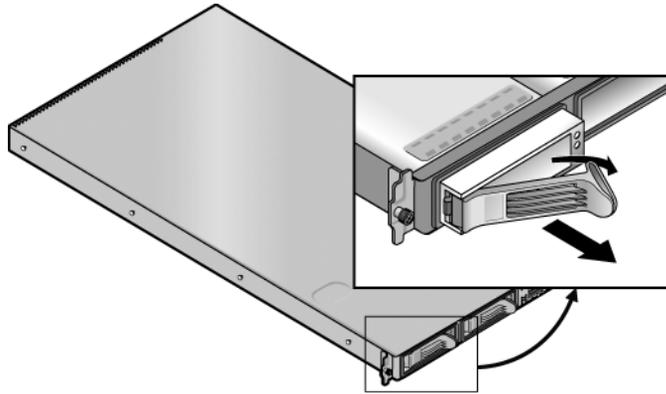

图 3-8 SCSI HDD 托架和释放锁存器
- b. 双手握住托架挡板，然后小心地将托架拉出驱动器支架（请参见图 3-8）。